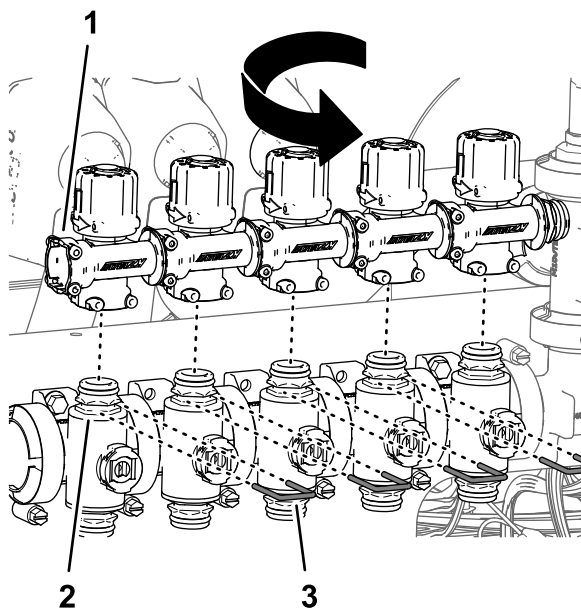

Figura 101
6. Ruotate le valvole di bypass di 180° e montatele sui raccordi a disinnesto rapido delle valvole di sezione (**Figura 101**).
7. Fissate le valvole di bypass alle valvole di sezione con i fermi (**Figura 101**) che avete rimosso al passaggio 4.
9. Montate i tappi sui raccordi a disinnesto rapido delle valvole di bypass per la valvola dell'ugello 5 e la valvola dell'ugello 6 con i fermi forniti con i tappi (**Figura 101**).